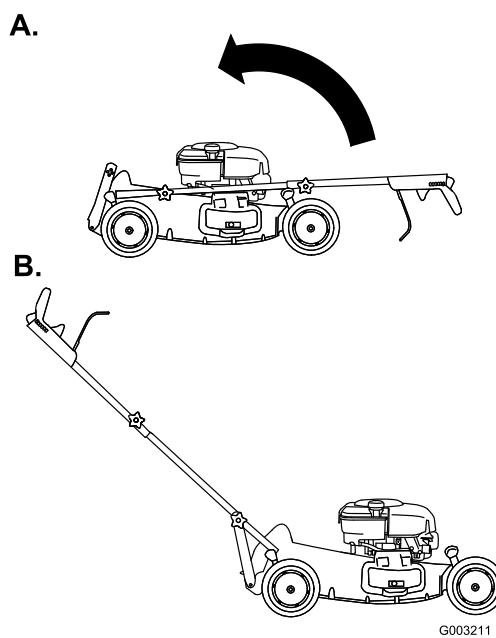

Figure 6
4. Rabatbez le guidon en arrière (Figure 6).